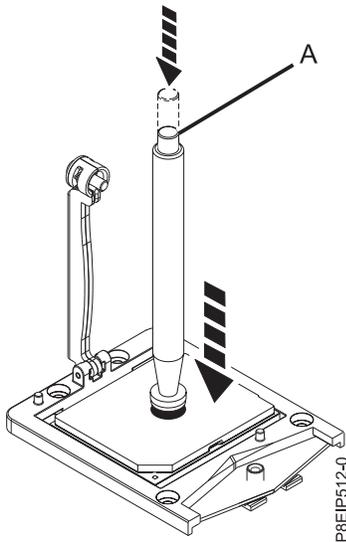

Abbildung 53. Ausbauwerkzeug auf das Systemprozessormodul herabsenken
7. Senken Sie den Vakuumstift auf das zu installierende Systemprozessormodul ab. Drücken Sie das obere Ende des Stiftes ganz herunter (**A**) und halten Sie den Stift im Zentrum des Prozessormoduls (siehe Abb. 53). Lassen Sie das obere Ende des Stiftes los, um den Stift am Prozessormodul zu befestigen.